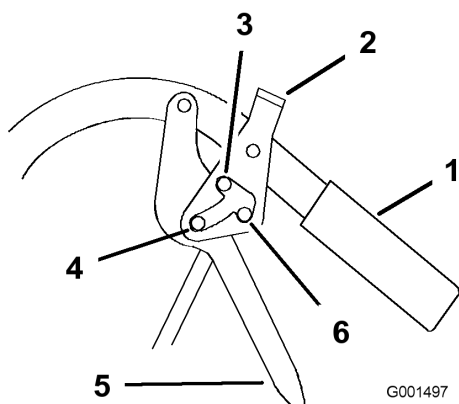

Figure 6
1. Serrez les leviers de déplacement (Figure 6).
- Placez les pouces sur la partie supérieure des verrous et poussez-les en avant en position **stationnement** (Figure 6).
- Serrez les leviers de déplacement en arrière (Figure 6).
- Placez les pouces sur la partie supérieure des verrous et ramenez-les en arrière en position **déplacement** (Figure 6).
- Placez les pouces sur la partie supérieure des verrous et ramenez-les en arrière en position **point mort verrouillé** (Figure 6).
- Placez les pouces sur la partie supérieure des verrous et poussez-les en avant en position **déplacement** (Figure 6).